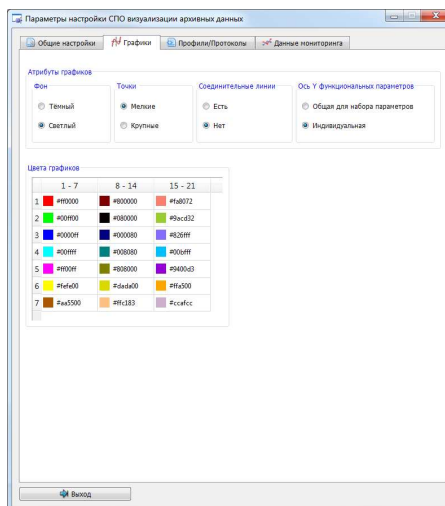

Рис. 3.23.38 – Окно «Параметры настройки СПО визуализации архивных данных», вкладка «Графики»
- «Графики» – устанавливаются атрибуты и цвета графиков (рис. 3.23.38);
– панель «Цвета графиков» для установки цветов графиков (рис. 3.23.38).